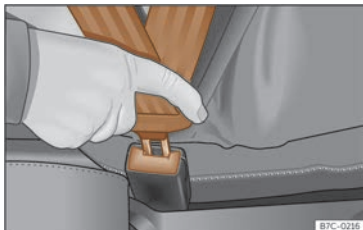

Fig. 22 Insérer la languette de la ceinture de sécurité dans son boîtier de verrouillage.
- Le pêne doit être inséré dans le boîtier de verrouillage du siège lui correspondant >>> **fig. 22.**